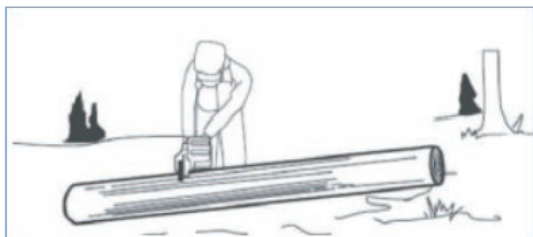

Abb. 8
7. Wenn Sie an einem Hang sägen, stellen Sie sich hangaufwärts zum Baumstamm auf. So vermeiden Sie, dass der Stamm nach unten rollt (Abb. 8).